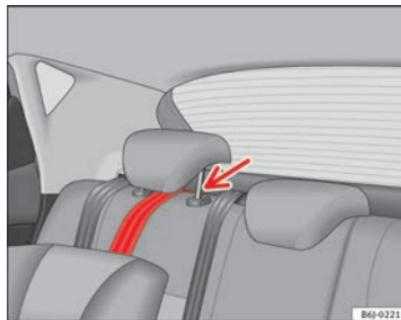

Fig. 28 Sangle de fixation : pose et dépose correcte
- Dirigez la sangle de fixation du Top Tether sous l'appuie-tête arrière ⇒ fig. 28 (soulevez l'appuie-tête si nécessaire).